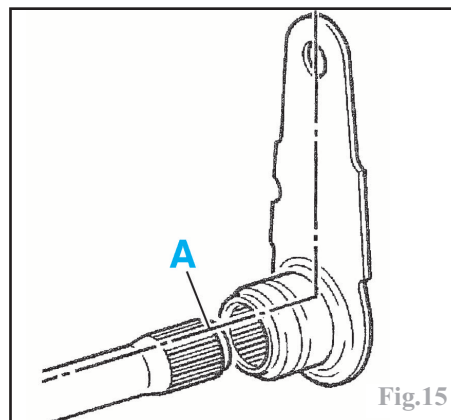

Fig.15
Monter le levier sur la barre en alignant le repère (A) dans l'axe du levier (Fig.15).